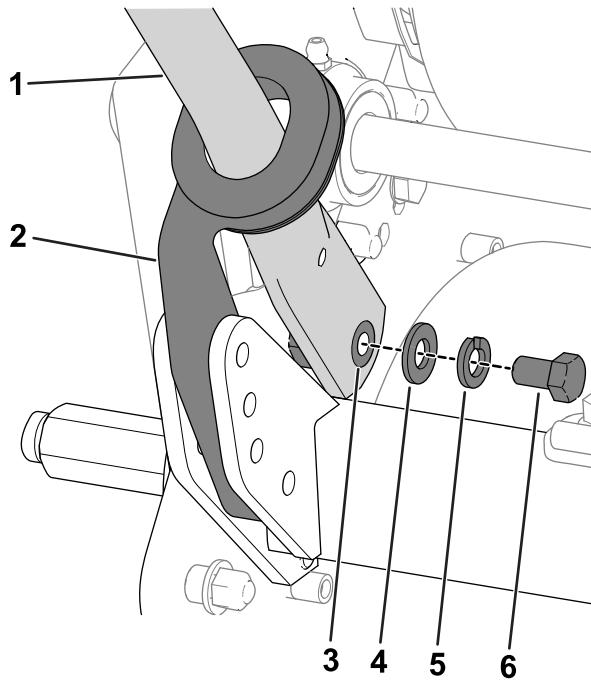

Рисунок 4
- Сожмите торцевые части рукоятки и наденьте их на монтажные штифты (Рисунок 4).
- Прикрепите рукоятку к монтажным штифтам с помощью болтов (3/8 дюйма), шайб и стопорных шайб, снятых ранее (Рисунок 4).